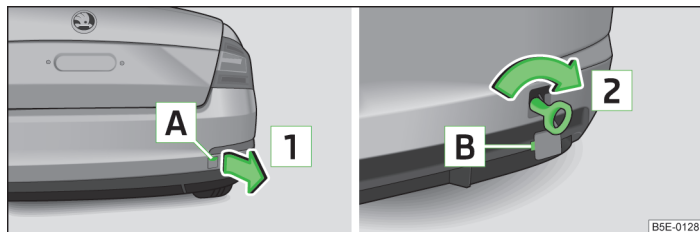

Fig. 206 Paraurti posteriore: smontaggio del cappuccio / montaggio dell'occhiello di traino
- Premere sul cappuccio nell'area **A** » fig. 206 (nei veicoli Octavia RS e Octavia Combi RS premere sul bordo destro del cappuccio).
- Avvitare l'occhiello di traino manualmente nella direzione indicata dalla freccia **2** » fig. 206 sino alla battuta » **1**.